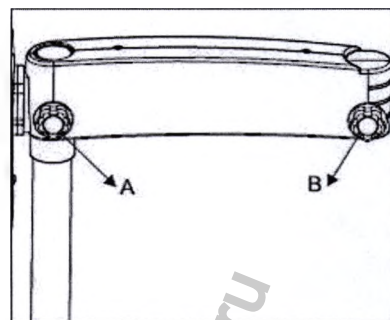

Рис. 11
6.9 Снимите ручки блокировки А В поворотного плеча. Удалите саморезы, фиксированные на верхней части и на дне крышки поворотного плеча. Закрепите панели на поворотном плече и установите обратно винты, удаленные ранее. В процессе установки панелей убедитесь в том, что проведена проводка для оптоволоконного кабеля. Смотрите рисунок 11.